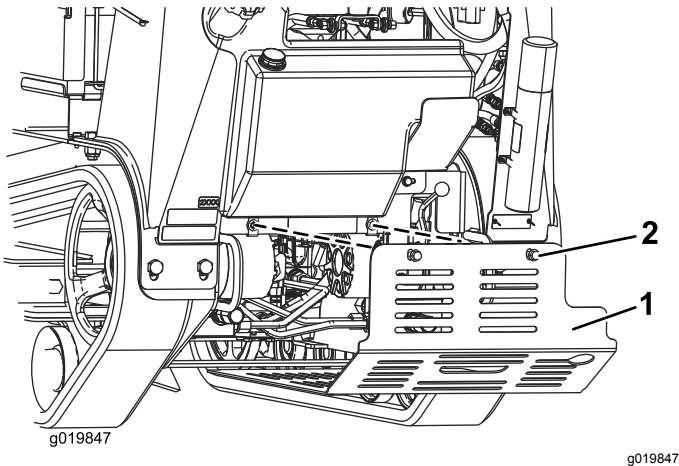

Figura 26
3. Afloje secuencialmente los 2 pernos que sujetan el protector inferior hasta que el deflector quede libre (Figura 26).
5. Para instalar el protector antes de utilizar la máquina, deslice el protector inferior en la máquina de modo que descansa sobre las 4 pestañas y sujételo con los 2 pernos que aflojó anteriormente (Figura 26).